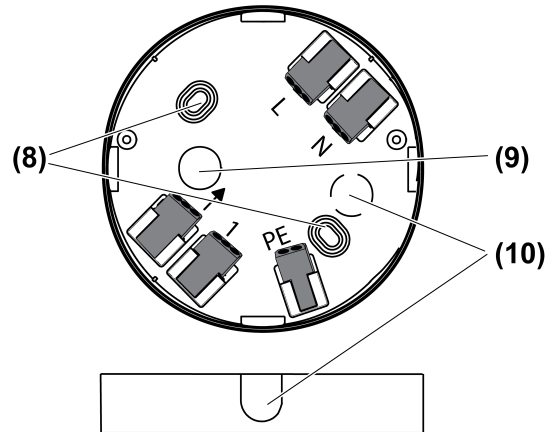

Figura 5: Caja de conexiones
- (8) Orificios de fijación
- (9) Introducción del interruptor, empotrado
- (10) Puntos delgados para una introducción opcional del interruptor.
- Quite los puntos delgados correspondientes (10) para una introducción del interruptor sobre revoque o empotrado (figura 5).
- Fijar la caja de conexión (4) a través de los agujeros (8) con el set de tornillos y tacos incluidos (figura 5).